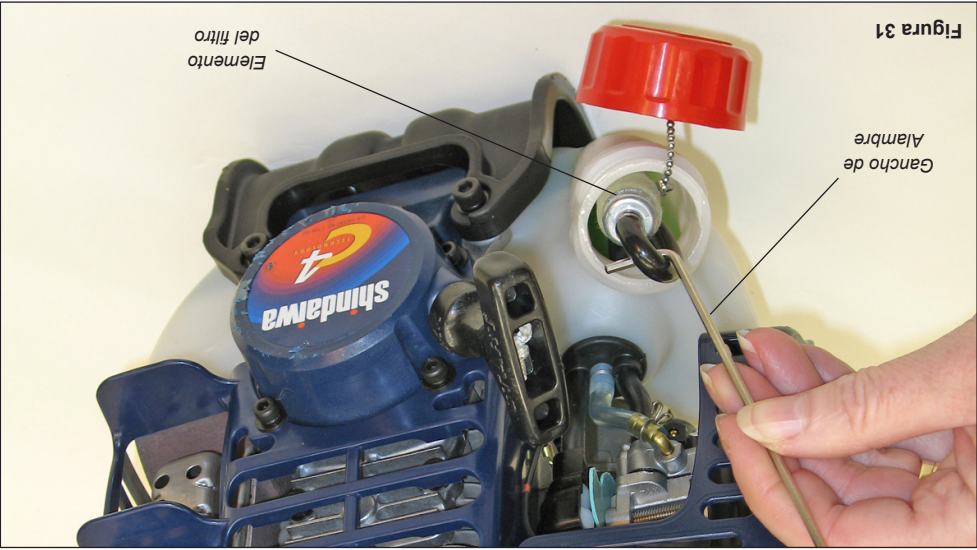

Figura 31
- Use un gancho de alambre para extraer el filtro de combustible del tanque de combustible. Consulte la figura 31.